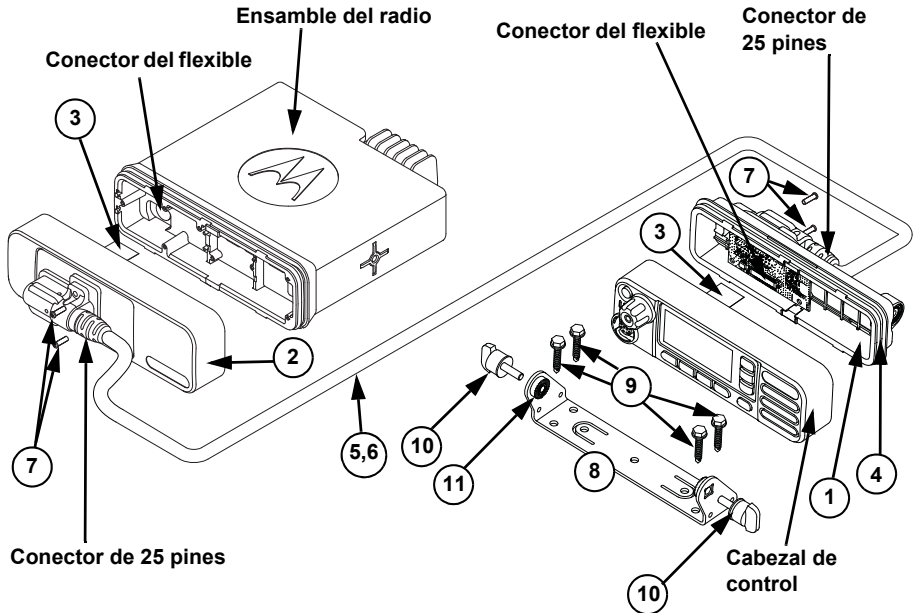

Figura 3. Ensamblaje del cabezal de control remoto y montaje de soporte
1. Compruebe que el cable flexible esté completamente asentado en el conector del ensamble del cabezal de control. (Consulte la Figura 3.)
2. Ensamble el cable flexible en el conector del flexible del módulo de interfaz del cabezal de control remoto y asegúrese de que quede completamente asentado. (Consulte la Figura 3.)
1. Verifique que el cable flexible se encuentre completamente asentado en el conector del módulo de interfaz del radio remoto. (Consulte la Figura 3.)
2. Ensamble el cable flexible al conector del flexible del ensamble del radio y asegúrese de que quede completamente asentado. (Consulte la Figura 3.)